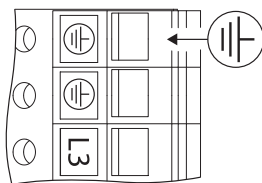

Fig. 27: Mise à la terre supplémentaire
- En raison du courant de décharge plus élevé sur les moteurs à partir de 11 kW, il faut raccorder une mise à la terre renforcée conformément à la norme EN 61800-5-1:2008-04 (voir Fig. 27).